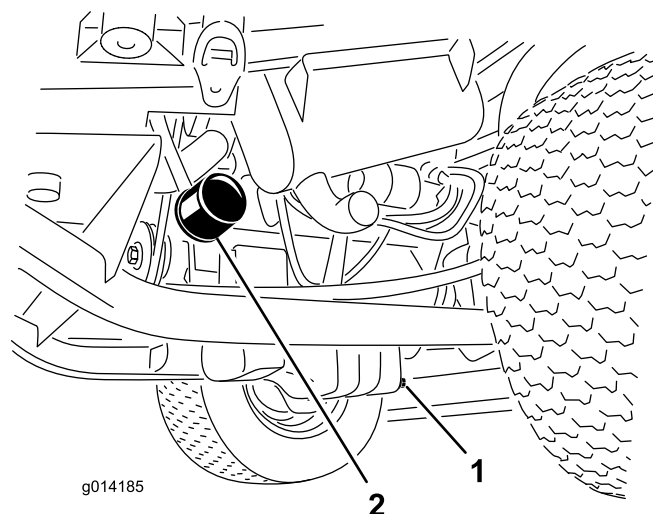

Рисунок 27
3. Снимите масляный фильтр (Рисунок 27).
1. Снимите сливную пробку (Рисунок 27) и дайте маслу стечь в сливной поддон.